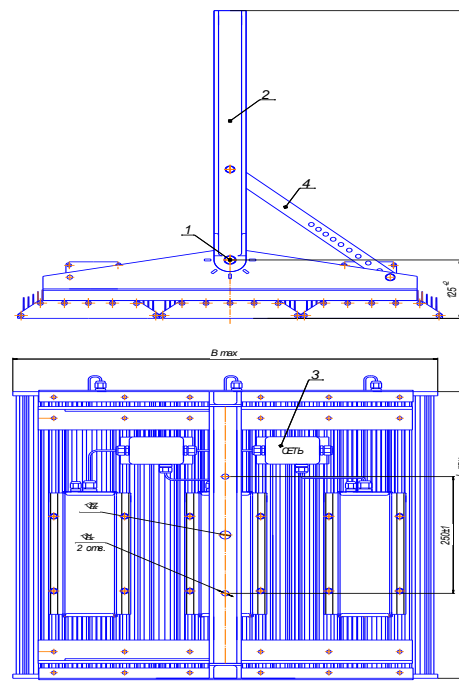

Рис. 3
— для светильников мощностью 600-1200 Вт (рис.3):
- а) ослабить крепежные болты лиры (1);
- б) закрепить лиру (2). Крепежные соединения должны быть затянуты с усилием не менее 29 Нхм.;
- г) пропустить питающие и заземляющий провода через кабельный ввод и подключить к тройным клеммам «Wago» согласно схемы рис.3а; 4а; 5а, закрыть крышку распределительной коробки светильника;
- д) отрегулировать необходимое положение светильника, закрепить стопорные планки лиры (4) и затянуть крепежные болты (1). Крепежные соединения должны быть затянуты с усилием не менее 17 Нхм
Рис.3а